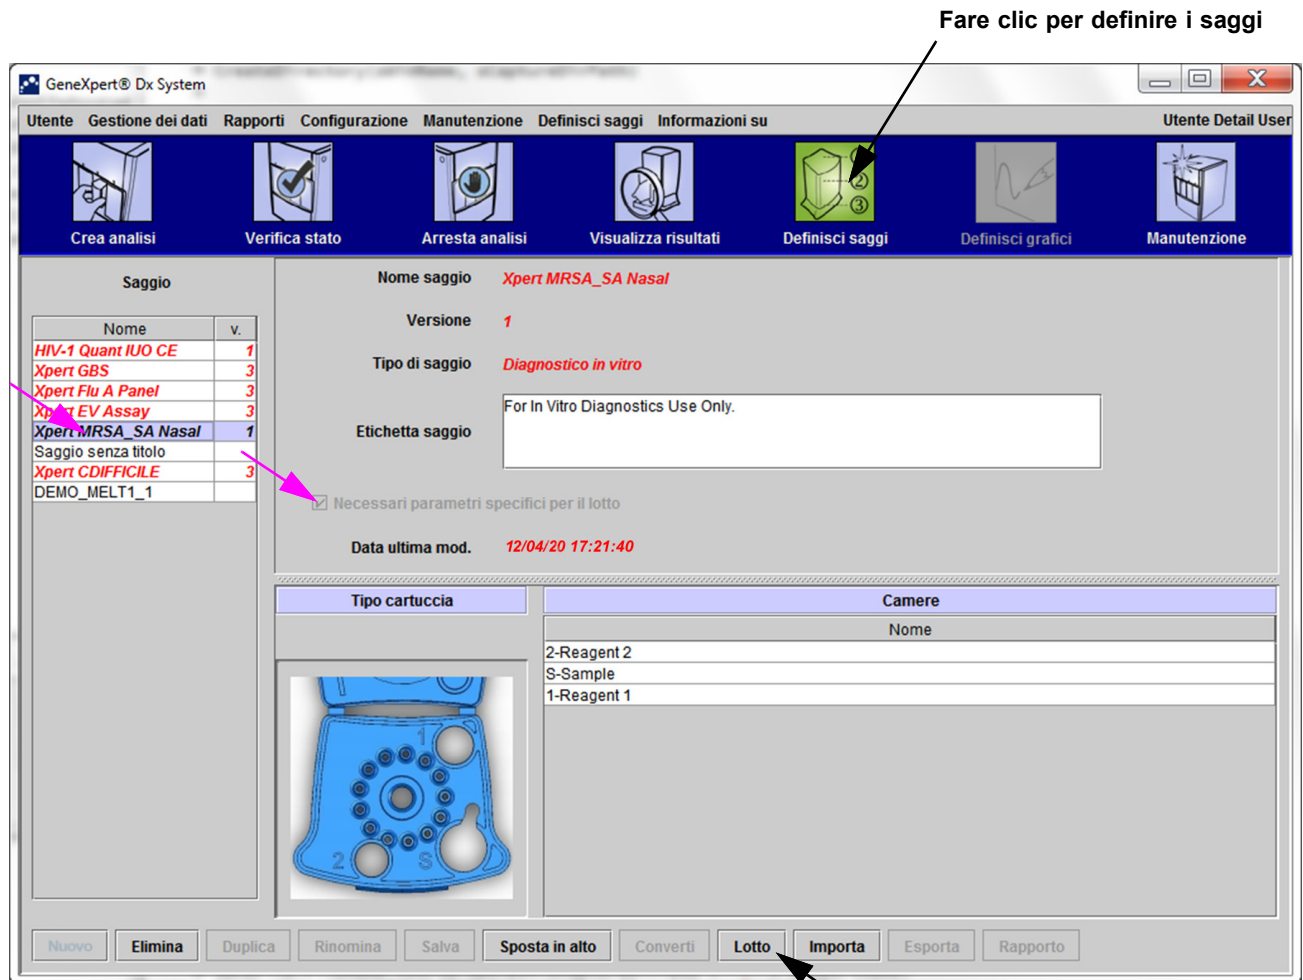
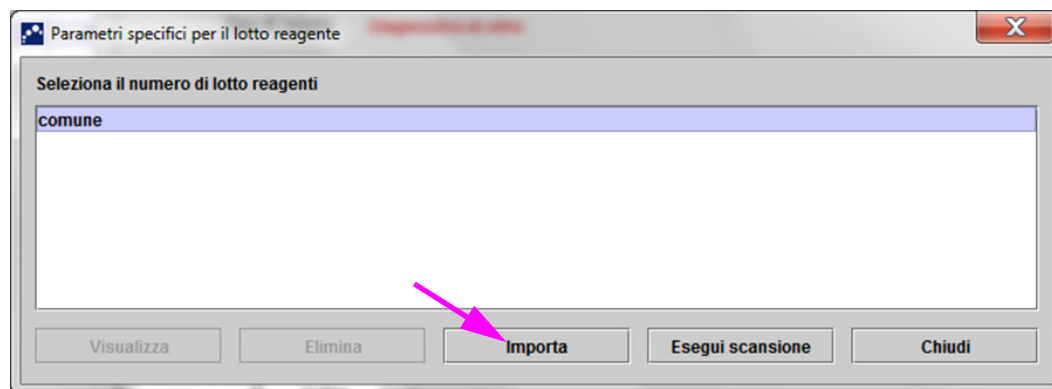

Figura 2-94. Finestra Definisci saggi con la casella Necessari parametri specifici per il lotto selezionata
Figura 2-95. Finestra di dialogo Parametri specifici per il lotto reagente
1. Nella finestra Definisci saggi (vedere la Figura 2-94), selezionare il nome del saggio nell'elenco **Saggio** sul lato sinistro della finestra.
2. Fare clic su **Lotto**. Verrà visualizzata la finestra di dialogo Parametri specifici per il lotto reagente. Vedere la Figura 2-95.
La Figura 2-95 mostra il numero di lotto del reagente comune prima che vengano importati i lotti specifici. Se i parametri specifici dei saggi e/o dei lotti sono già stati importati nel sistema, verranno visualizzati i numeri dei lotti del reagente.
1. Nella finestra **Definisci saggi** (vedere la Figura 2-94), fare clic su **Lotto**. Verrà visualizzata la finestra di dialogo Parametri specifici per il lotto reagente. Vedere la Figura 2-95.